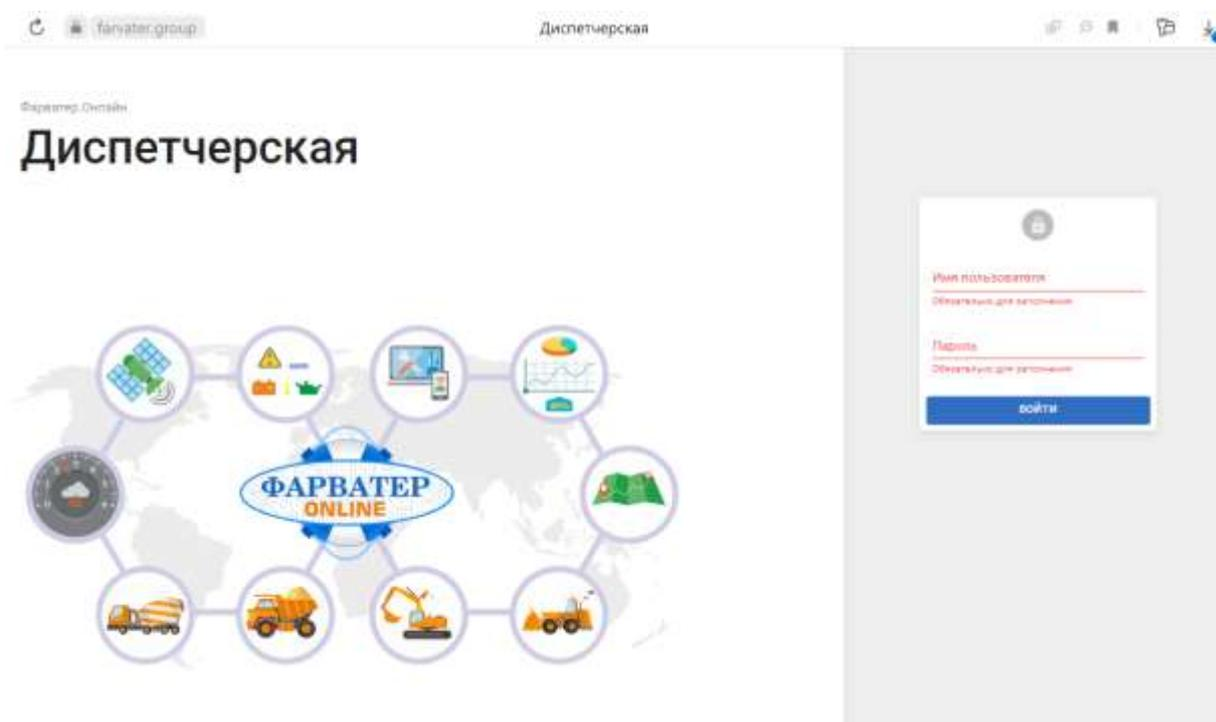

Рисунок 3.1 – Форма входа
2. В открывшейся странице (см. Рис.3.1) введите имя пользователя и пароль.